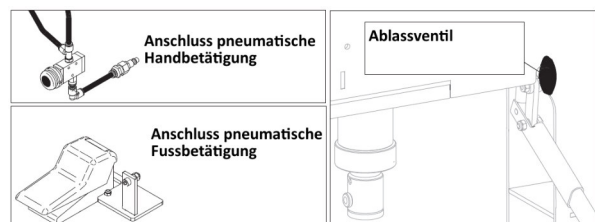

Abb. 30: Entlüften des Hydrauliksystems bei der WPP 15 TH TOP
- Schritt 2: Öffnen Sie das Ablassventil durch zwei Umdrehungen (Abb.30).